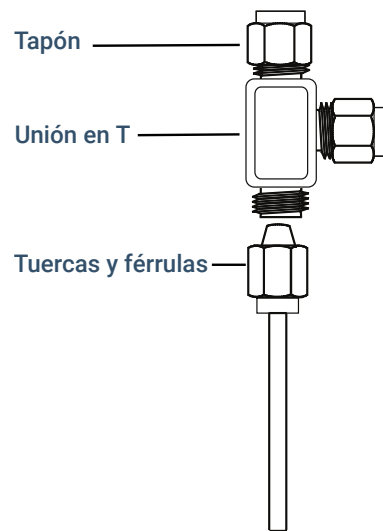

Figura 30. Unión en T Swagelok
1. Corte la tubería por el lugar donde desea colocar la unión en T. Conecte la tubería y la unión en T con una conexión Swagelok. Consulte la **Figura 30**.